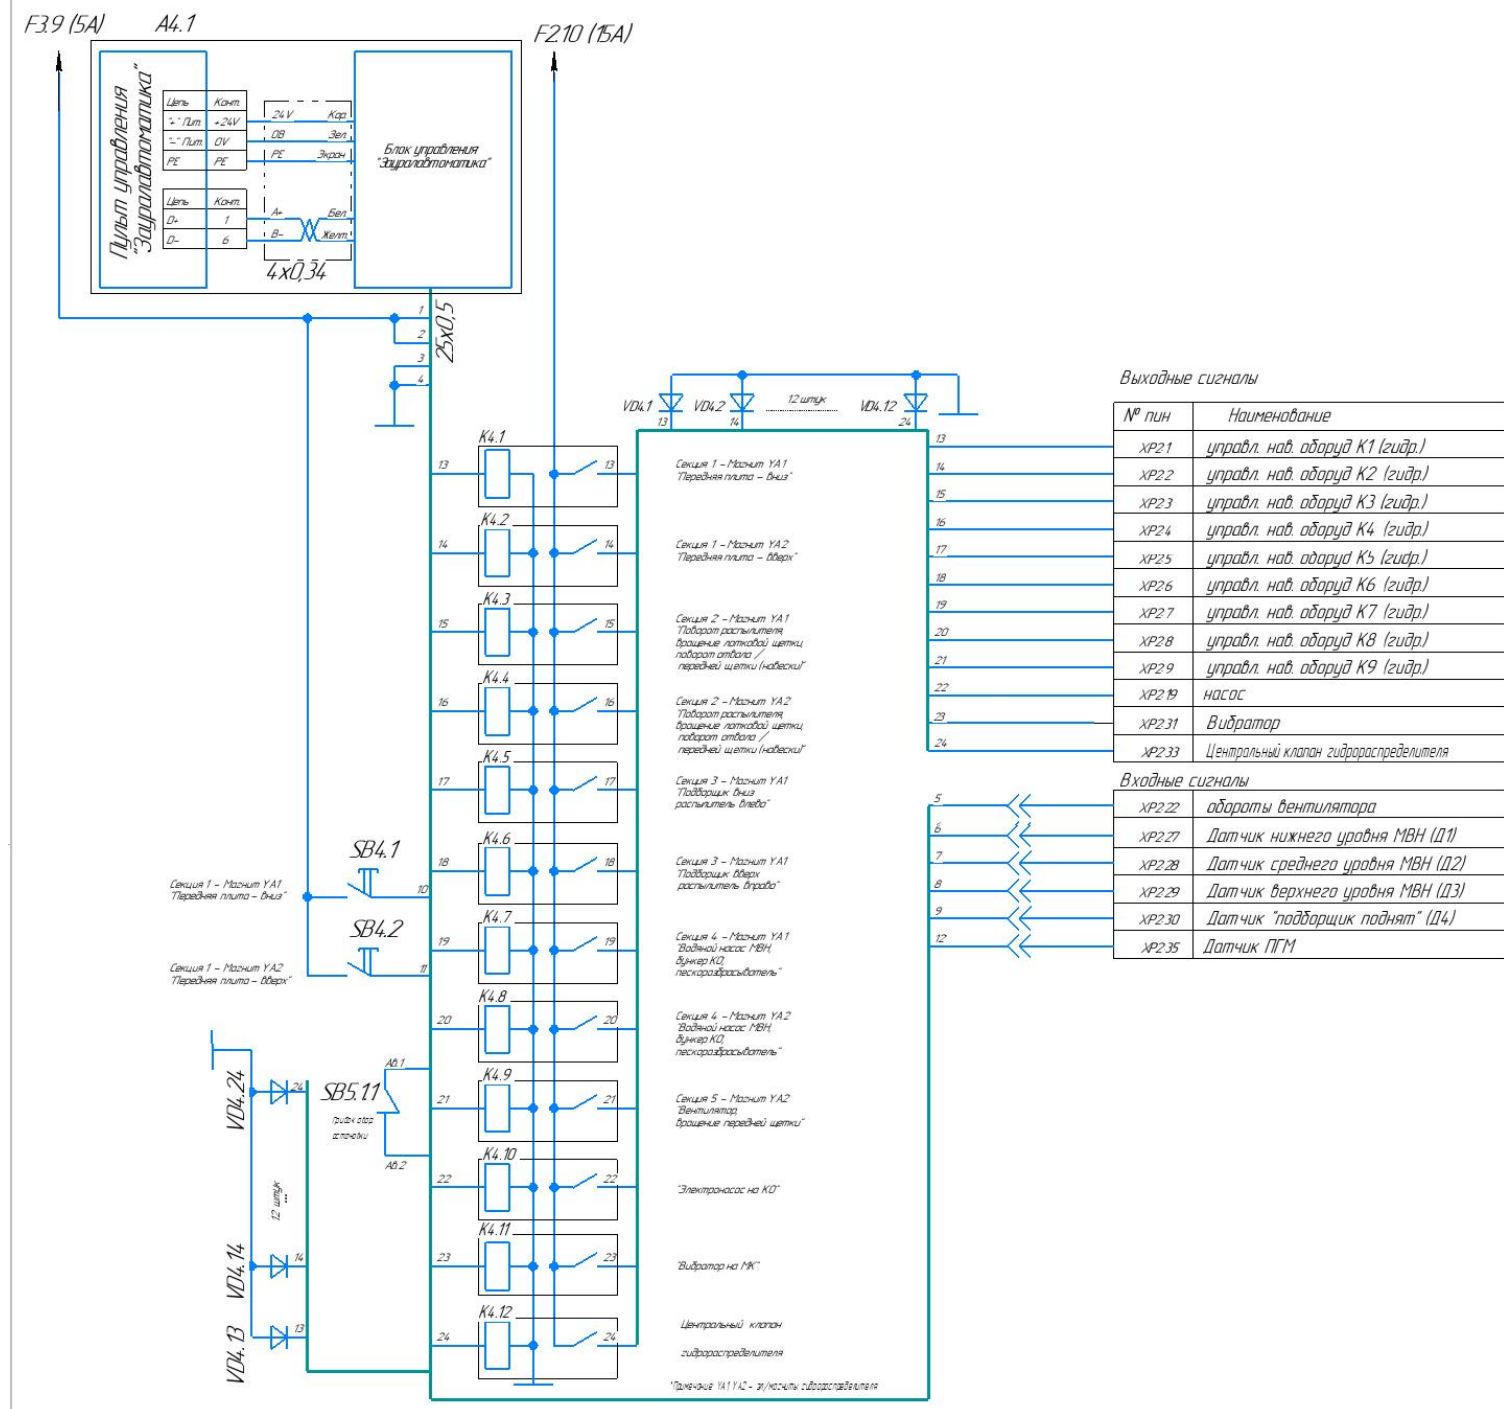

Рис. 16.4 – Блок схема электрическая принципиальная
- Рис. 16.4 Блок схема эл. принципиальная управление рабочим об.